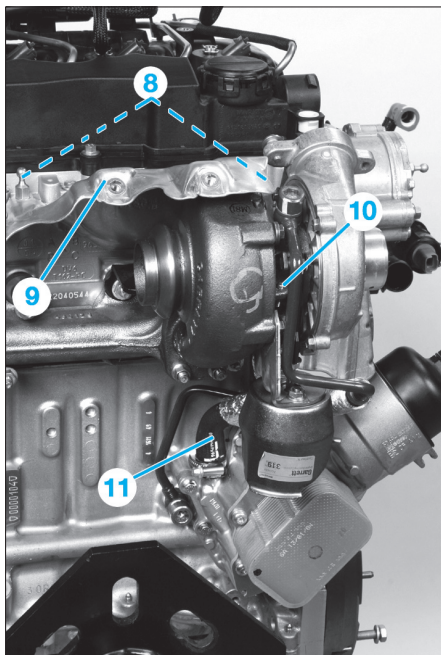

Fig. 61
- les vis (8) puis écran thermique (9) en le faisant pivoter selon l'axe du collecteur (Fig.61),